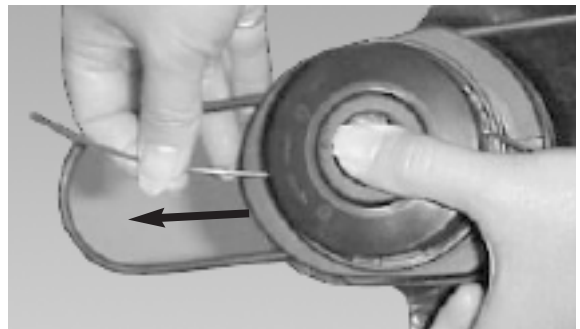

Fig. 8
1. Antes de encender la bordeadora de césped por primera vez, asegúrese de que las líneas de nylon toquen o pasen por encima de la cuchilla de cortar las líneas. Si no son lo suficientemente largas, pulse la perilla de choque y, a la vez, tire de las líneas de nylon. (Fig. 8).